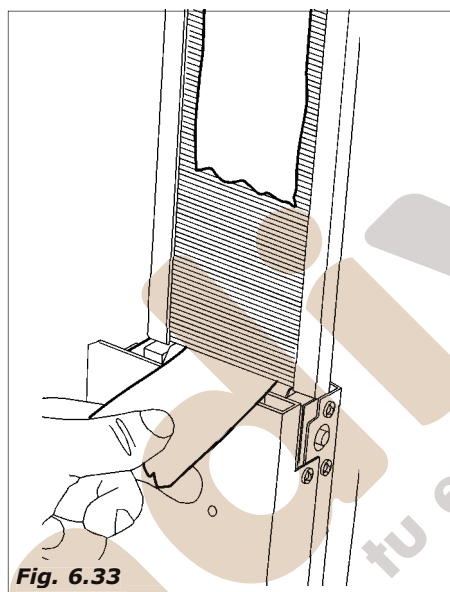

Fig. 6.33
- colocar las paletinas con el papel de embalaje; cuando están en posición quitar el papel que las sujeta (Fig.6.33)